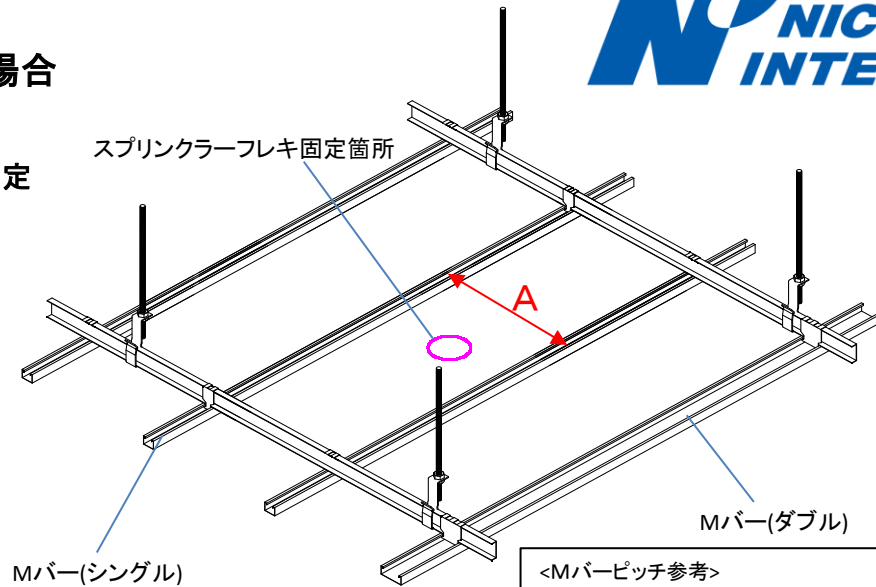
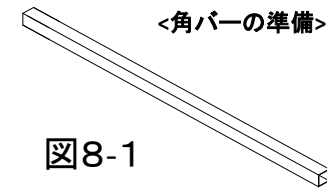

図4
図8-1
- ・スプリンクラーフレキ固定箇所のMバーピッチ(図4内A)を確認して下さい。
- ・取付箇所のMバーのピッチ(図4・A参照)を元に、BBクリップSP上部金具を角バー両側へ取付けしたときに両端部の角バーがBBクリップSP上部金具から15mm程度以上出る長さで角バーを用意して下さい(図8-1)。